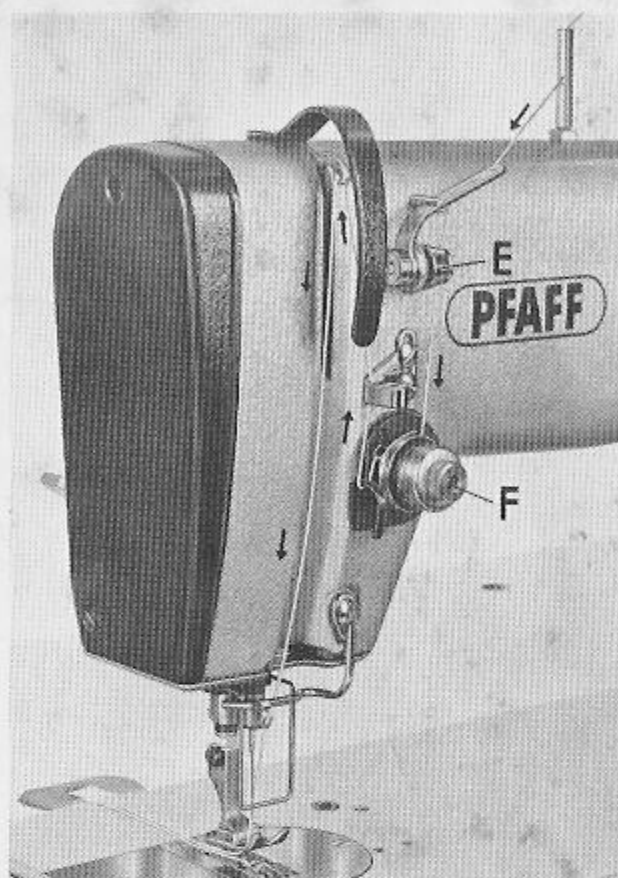

Abb. 5
2. Oberfaden nach Abb. 5 einfädeln.